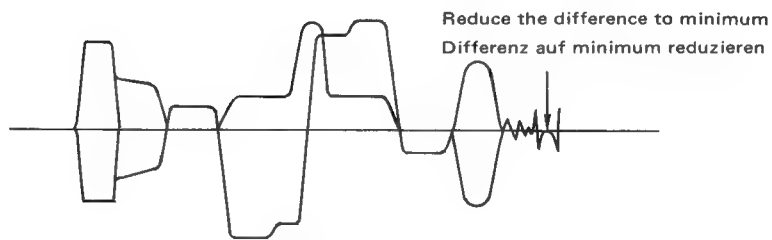

Fig. 40 Abb. 40
3. Den Burstphasenregler (R614) so einstellen, daß die Differenz zwischen 1 H und 2 H zu Null wird (s. Abb. 40) .